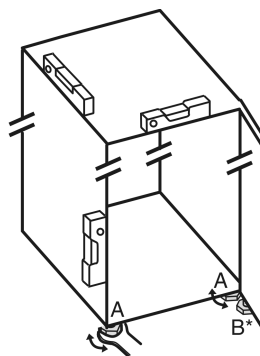

Fig. 5
- ▶ Az állítható lábakat Fig. 5 (A) a mellékelt villáskulccsal és egy vízmérce segítségével csavarja ki addig, amíg a készülék szilárdan és egyenesen be nincs igazítva.
- ▶ A csapágybak állítható lábát Fig. 5 (B) a mellékelt villáskulccsal csavarja ki úgy, hogy a padlón fekdődjön.
- ▶ Az állítható lábat Fig. 5 (B) forgassa tovább 90°-kal.